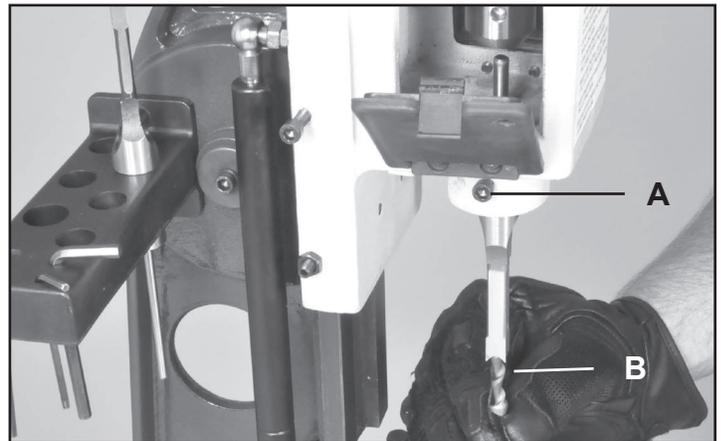

FIG. 10
5. Mediante la utilización de la chaveta del mandril, ajuste la broca en su lugar, asegurándose de que $1/16''$ a $3/16''$ de la punta de la broca queden por debajo de la punta del formón. Esta distancia dependerá de la dureza de la madera y los requisitos de profundidad de la escopleadura. FIG. 10, B.